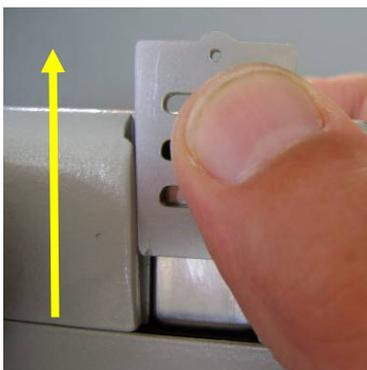

Abbildung 1: Abnehmen der Batterieabdeckung
- Die Batterieabdeckung abnehmen und dazu aus ihren Führungen schieben (siehe Abb. 1).